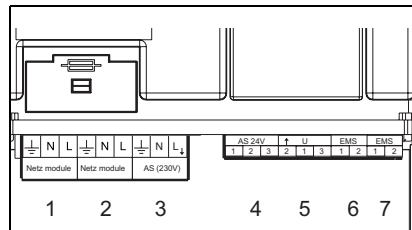
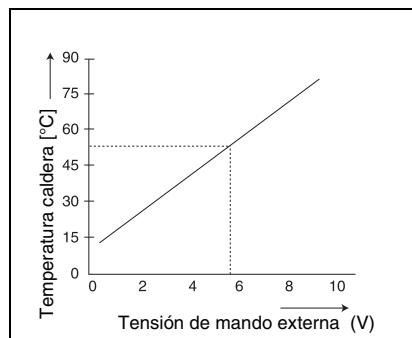

Fig. 2 Conexiones
Fig. 3 Diagrama de 0 – 10V
a) La conexión AS 24V (fig. 2, pos. 4): se trata de un contacto de conexión exento de potencial para señales de baja tensión hasta 24 V. Esta señal de avería puede ser leída por ejemplo por un sistema de gestión de edificios.
b) La conexión AS 230V (fig. 2, pos. 3): permite por ejemplo activar una bocina o un indicador de alarma. En caso de avería esta conexión lleva una tensión alterna de 230 VAC.
La señal de 0-10 VDC (fig. 2, pos. 5) permite elegir entre control por temperatura de caldera o por potencia (fig. 3).
Este tipo de regulación se activa si puentea las clavijas 1 y 3. Véase la fig. 2, pos. 5 y el esquema eléctrico en pág. 47. El EM10 convierte la señal de 0-10 V en una potencia nominal. Se trata de una relación lineal, véase la tabla 2.